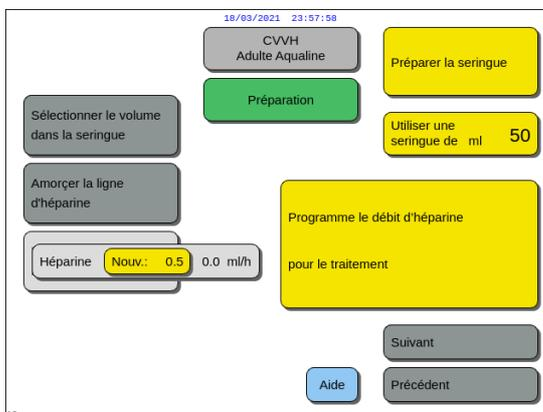

Fig. 68
2. Ajuster le débit d'héparine en tournant le *bouton de sélection principal* ⌚ vers la gauche ou la droite selon les besoins (Fig. 68).